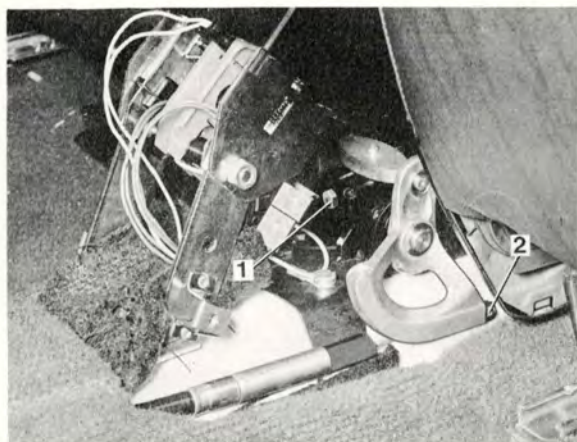

Bild 5-22.
2. Slacka på vajern genom att skruva ut justerskruven (1 bild 5-22) samt skruva därefter av muttern (2) samtidigt som vajern hålls med en smal skruvmejsel i änden.